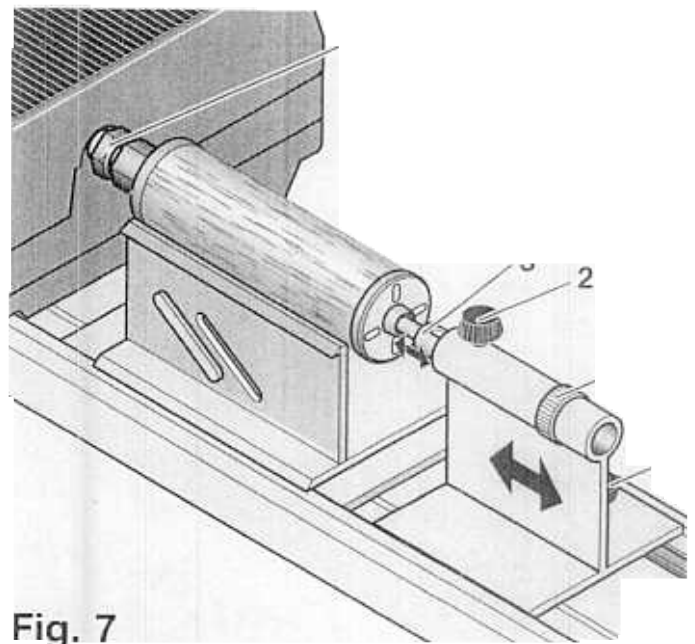

Fig. 7
3. Fixer d'abord la pièce à usiner dans la broche de moteur **1** (fig. 7).